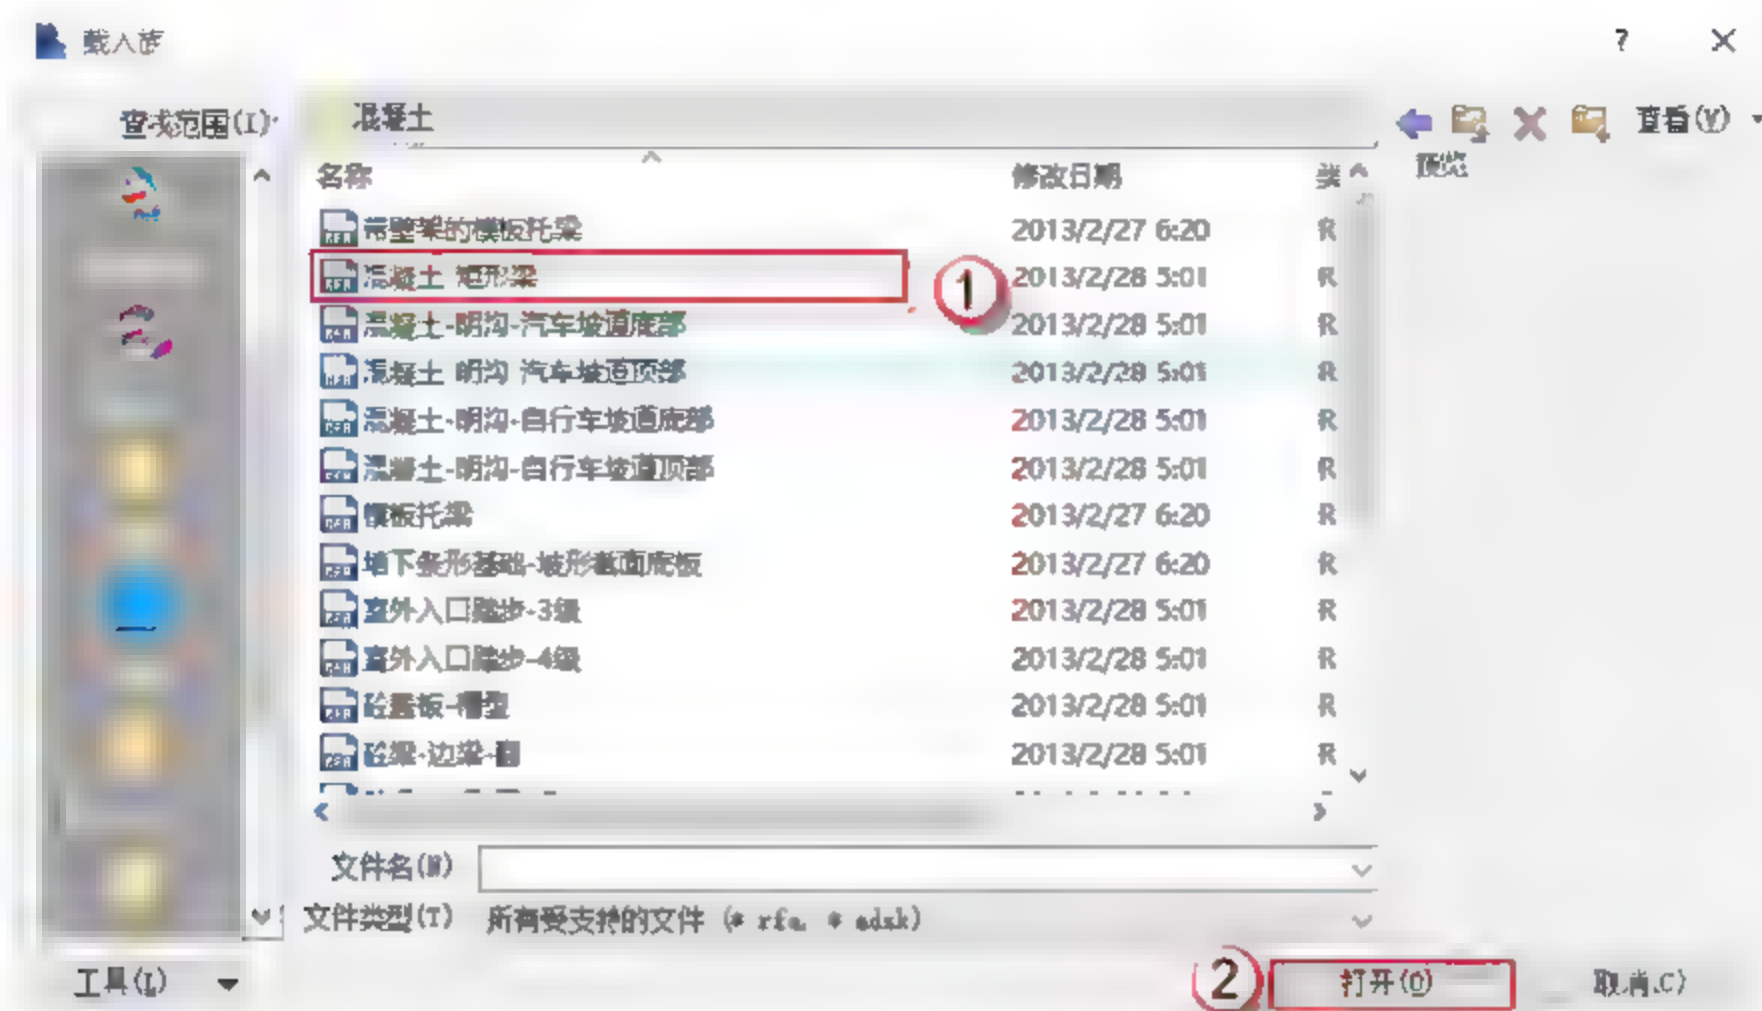

图 4.2.4 载入矩形梁的系统族
(4) 载入矩形梁的系统族。选择“插入”→“载入族”命令，在弹出的“载入族”对话框中选择“混凝土-矩形梁”族文件，如图4.2.4所示。